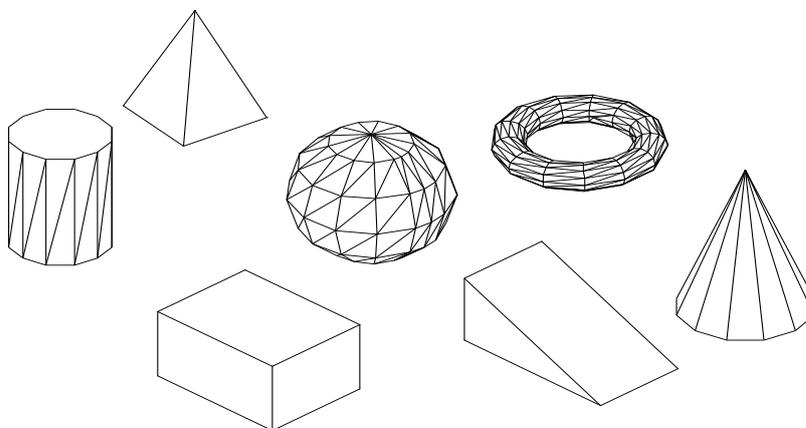

Рис.6.1. Примеры твердотельных примитивов.
При формировании *твердотельного параллелепипеда* (рис.6.1.) основание параллелепипеда всегда параллельно плоскости XY текущей ПСК. Стартовать команду создания твердотельного параллелепипеда можно одним из следующих способов:
*Твердотельный клин* (рис.6.1.). – это половина параллелепипеда, разрезанного по диагонали. Построение клина осуществляется так же, как и построение самого параллелепипеда. Все запросы и опции команды аналогичны опциям команды **ящик**. Стартовать команду создания твердотельного клина можно одним из следующих способов:
*Твердый конус* или *усеченный конус* (рис.6.1.), основание которого (окружность или эллипс) по умолчанию строится в плоскости XY текущего ПСК, а вершина располагается по оси Z, создается одним из следующих способов:
При формировании *твердого шара* (рис.6.1.) параллели располагаются параллельно плоскости XY, а центральная ось – параллельно оси Z текущей ПСК. Стартовать команду создания твердого шара можно одним из следующих способов: